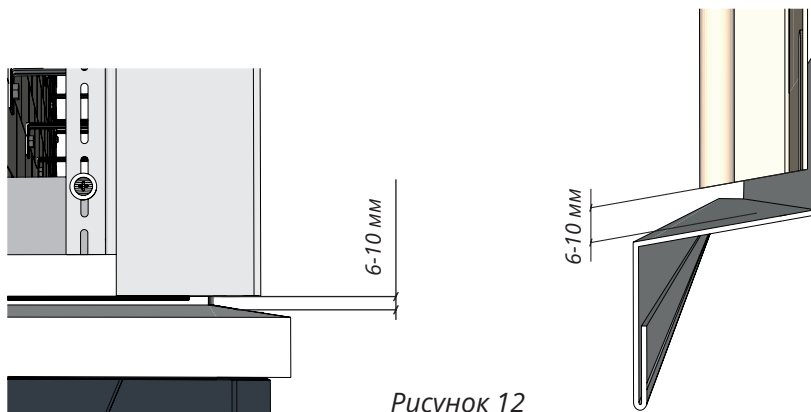

Рисунок 12
- 6.8** Все подрезы доборных элементов в местах примыкания к металлическим отливам, в верхней или нижней части отлива, должны быть параллельны углу наклона отлива (рис.12).